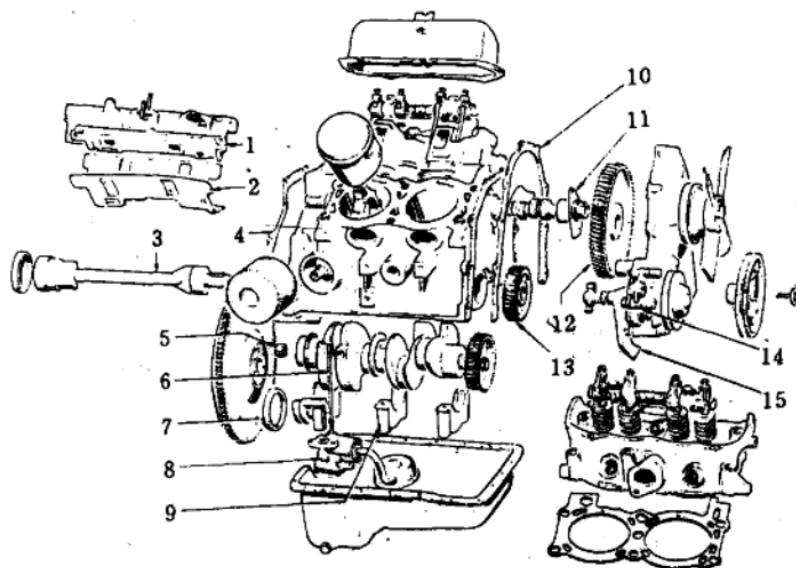

图 3 OHV 发动机
(2)OHV 为顶置气门,在汽缸盖上方,凸轮轴在发动机汽缸体中,必须要有挺柱、推杆、气门摇臂、摇臂轴等机件构成。是属于注重扭矩输出,转速较低,例如吉普车,工程用车就适用 OHV 发动机,如图 3 所示。